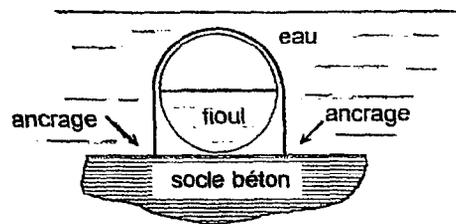

figure 2
2) On suppose que la cuve est entièrement immergée dans l'eau. (figure 2 ci-dessus)